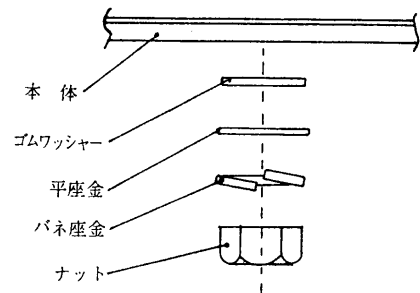

図2
- ② 器具上面の電源穴（ノックアウト）をあけ、付属のゴムブッシングを取り付けてください。
- ③ 付属の吊りボルト、ナット、バネ座金、平座金、ゴムワッシャーを使用し、天井板にあけた器具取付穴に図2の順序で吊りボルトを押し込んでください。このとき吊りボルトが天井面より約40mm出るようにしてください。
- ④ 器具の化粧ねじをゆるめて化粧棒をはずし、次に反射板をはずしてください。本体の取付穴に上記吊りボルトを挿入し、ゴムワッシャー、平座金、バネ座金、ナットで強く締め付けてください。